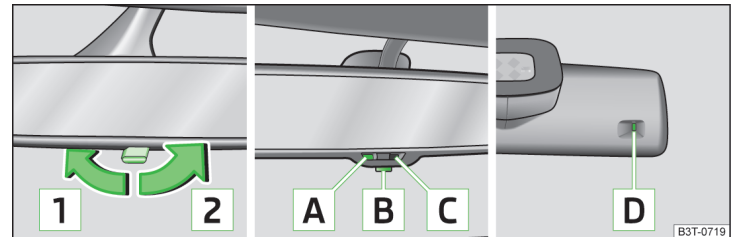

Abb. 47 Innenspiegel: mit manueller Verdunkelung / mit automatischer Verdunkelung / Lichtsensor
**Spiegel mit manueller Verdunkelung** » **Abb. 47**
**Spiegel mit automatischer Verdunkelung** » **Abb. 47**